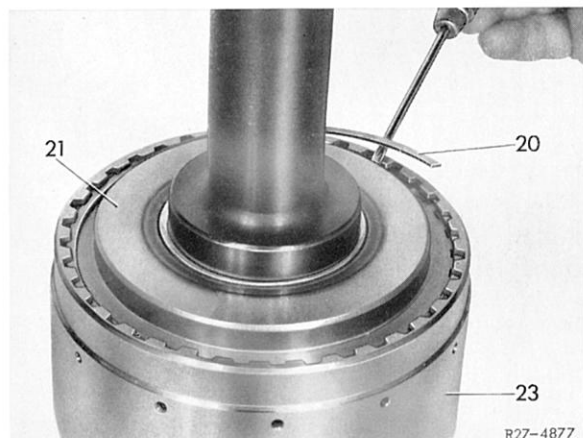

Bild 27-3/35
1 Sprengring (20) gerade mit einem Schraubenzieher aus der Nut herausdrücken und abnehmen (Bild 27-3/35).